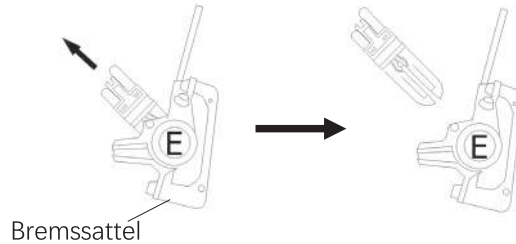

Abb. 38-1
a. Ziehen Sie die Kunststoffspäne vom Bremssattel ab, wie in Abb. 38-1 gezeigt.